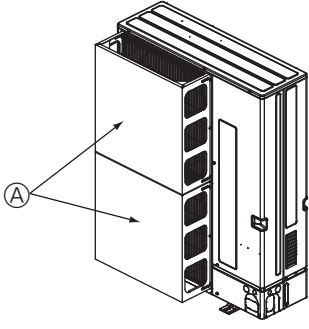

Fig. 2-16
- ① Ünite, tayfun ve başka nedenlerden oluşan güçlü rüzgarların doğrudan hava çıkışına girebileceği bir yere monte edilmişse, isteğe bağlı olarak sağlanan bir hava kılavuzu monte edin. (Fig. 2-16)